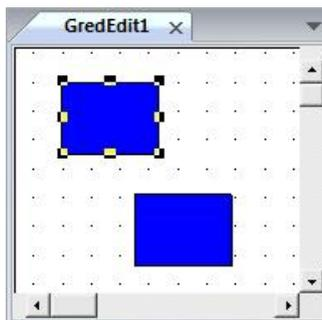

Рисунок 183 – Выбор объекта для прикрепления
**Команда «Прикрепить в сетке»** прикрепляет графические объекты к точкам сетки. При использовании данной команды объекты будут нарисованы по вертикальным и горизонтальным линиям сетки (рисунок 183).